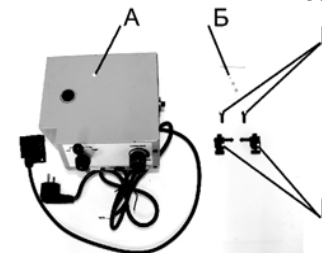

Рис. 1
3. КОМПЛЕКТНОСТЬ (Рис. 1)
В комплект поставки входит (Рис. 1):
6.8. Закрепите панель двигателя (5) через отверстия (13) к рабочему столу станка в крепёжных отверстиях (11) на торцевой поверхности рабочего стола станка и винтами (В), Рис. 1.